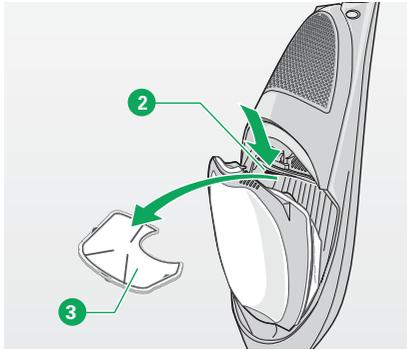

Bild 4.8 Motorschutz
- Drücken Sie die Lasche **2** des Rahmens des Motorschutzfilters **3**, sodass sich der Motorschutzfilter aus der Halterung löst (siehe Bild 4.8 auf Seite 69).